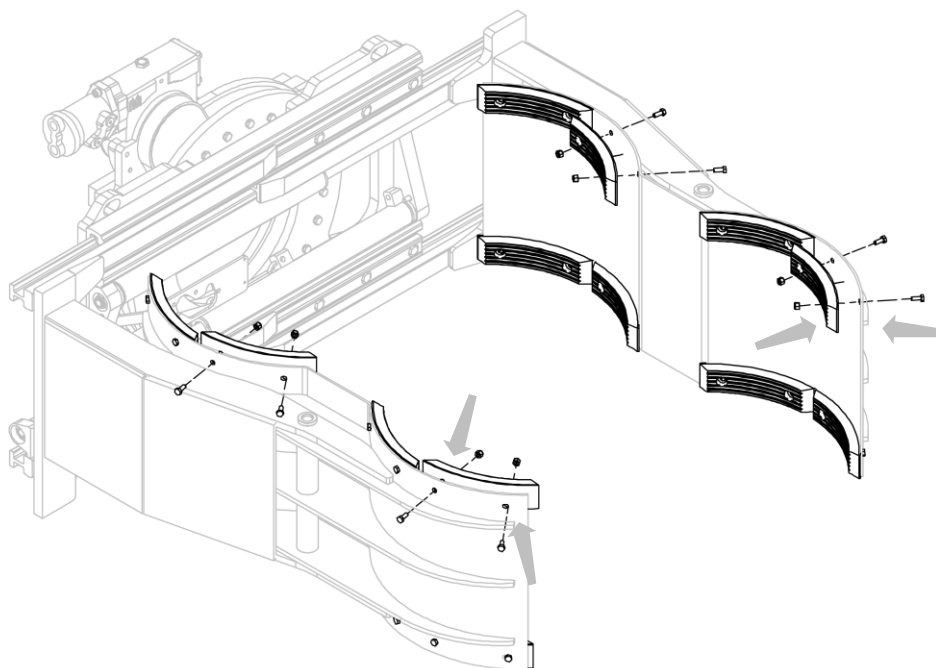
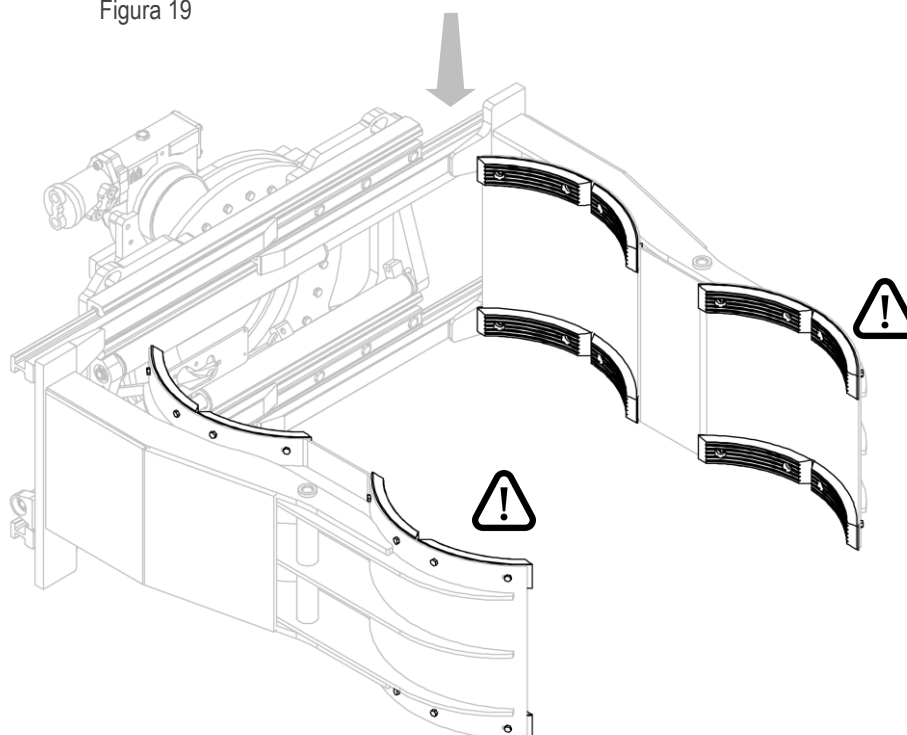

Figura 19
Figura 20
3. Instalar las placas en goma utilizando los tornillos y tuercas correspondientes (mira *Figura 19* y *Figura 20*).